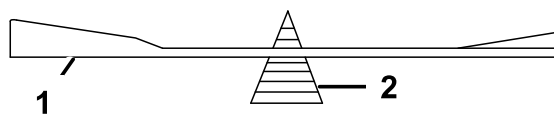

Figura 63
2. Verifique el equilibrio de la cuchilla colocándola sobre un equilibrador de cuchillas (Figura 63).